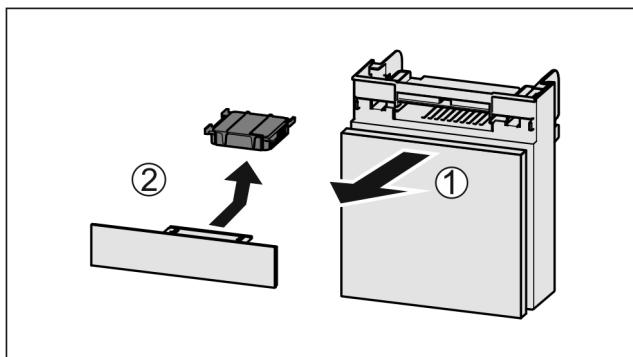

Fig. 108
- Издърпайте Fig. 108 (1) напред отделението.
- Извадете Fig. 108 (2) филтъра с активен въглен.